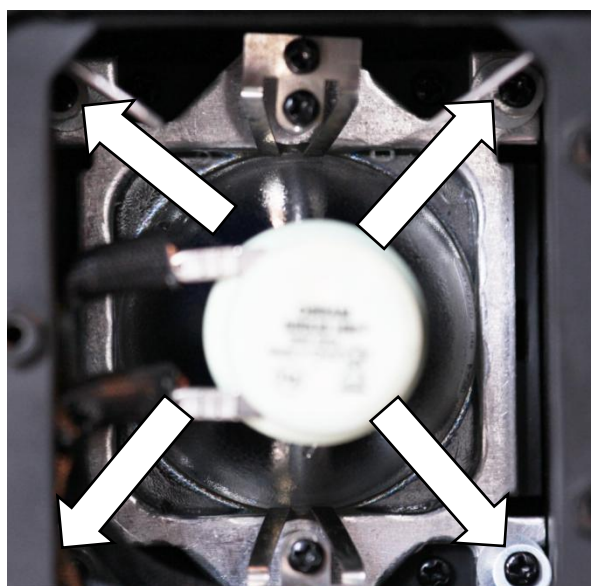

Figure 6 : vis de correction du point chaud
- Vous verrez un point chaud dans le faisceau projeté sur le mur. Réglez ce point chaud à l'aide de la vis indiquée dans la figure 6. Le point chaud doit être le plus possible au centre du faisceau.